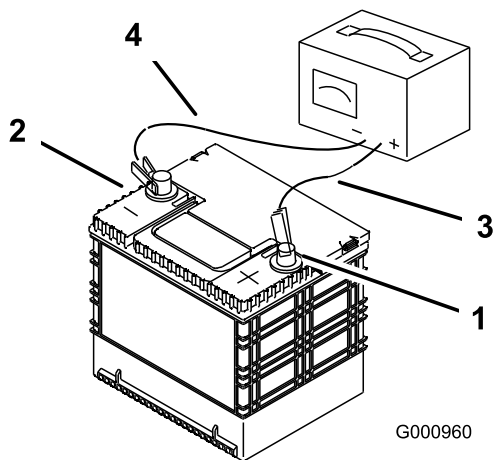

Figure 82
3. Quand la batterie est chargée au maximum, débranchez le chargeur de la prise, puis débranchez les fils du chargeur des bornes de la batterie (Figure 82).